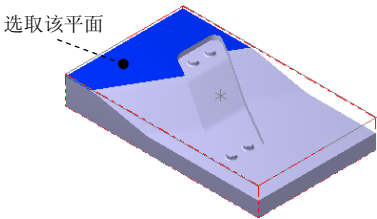
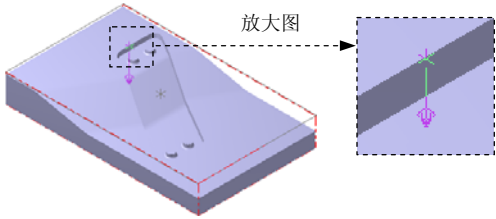

图 14.9 定义附着面
图 14.10 定义边界位置
(1) 选择命令。选择下拉菜单 **C 绘图** → **V 曲面曲线** → **0 单一边界** 命令。
(2) 定义边界的附着面和边界位置。选取图 14.9 所示的曲面为边界的附着面，此时在所选取的曲面上出现图 14.10 所示的箭头。移动鼠标，将箭头移动到图 14.10 所示的位置单击鼠标左键，此时系统自动生成创建的边界预览。